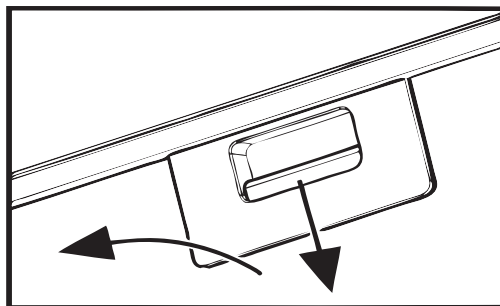

Fig.13
2. Scoateți filtrul metalic de grăsime (Fig.13, pagina 26);